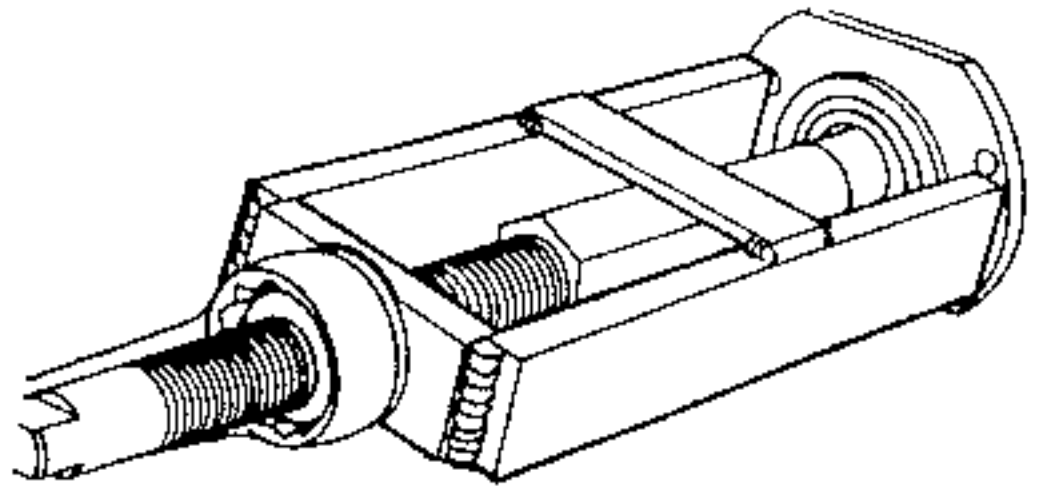

Bild 81
- Zum Herausziehen der Achswelle mit dem Lager ist ein Spezialabzieher erforderlich (J-2498), welcher wie in Bild 81 gezeigt, aussieht. Welle herausziehen und den inneren Öldichtring der Achswelle entfernen und wegwerfen.